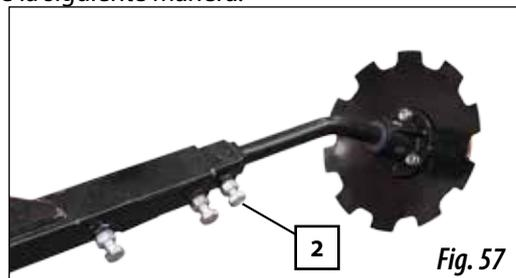

Fig. 57
- 1- Aflojar el tornillo (2, fig. 57).
- 3- Fijar el tornillo (2, fig. 57).